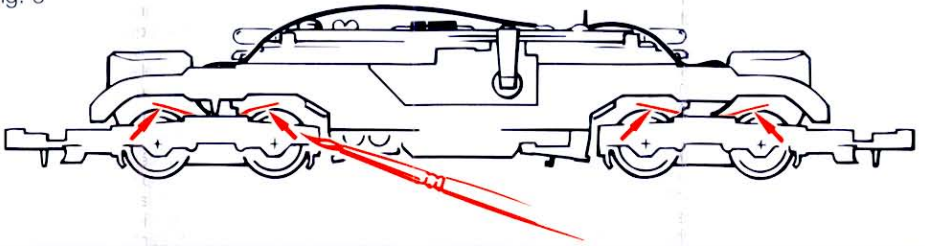

Fig. 7
4. Haftreifenwechsel: Zuerst den Getriebedeckel abnehmen (Fig. 4). Danach den **Radsatz** herausnehmen und den **Haftreifen** mit einer Nadel und mit einem feinen Schraubendreher abziehen (Fig. 7). Beim Aufziehen des neuen Haftreifens bitte darauf achten, daß dieser sich **nicht verdreht**. ↷ Zusammenbau
4. Change of traction tyre: Remove **gear cover** (fig. 4) Take out **wheel set** and remove **traction tyre** using a pin or a fine screw driver (fig. 7). When pressing on the new traction tyre please **avoid twisting** it. ⇨ *Assembly*
4. Échange des bandages d'adhérence: Démontez d'abord le **couvercle du carter** des engrenages (fig. 4). Délogez ensuite les essieux bandagés et enlevez, à l'aide d'une aiguille ou d'un tourne-vis fin, les bandages d'adhérence (fig. 7). Lors du montage des nouveaux bandages veuillez veiller à ce que les bandages **ne soient pas tordus**.